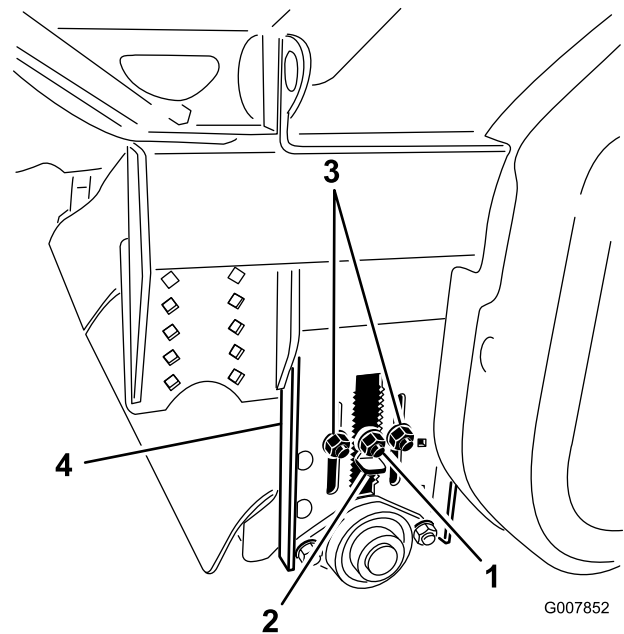

Bild 29
2. Lösen Sie die Sicherungsmutter am Höheneinstellschlüssel (Bild 29) sodass sie ungefähr 13 mm (1/2 Zoll) herausgezogen werden kann.
3. Lösen Sie die Sicherungsmuttern für die Einstellung der Rollenhöhe (Bild 29).
4. Ziehen Sie den Höheneinstellschlüssel heraus und bewegen Sie die Heckrolle nach oben oder unten, indem Sie die Höheneinstellplatte auf die gewünschte Höhe schieben (Bild 29).